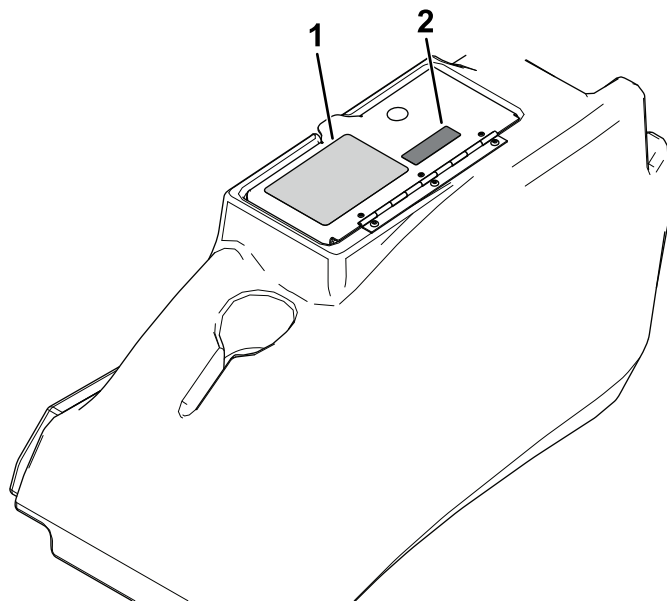

Figura 11
17. Instale o autocolante do sensor de declive junto do autocolante de estabilidade da máquina na tampa do módulo de armazenamento (Figura 11).